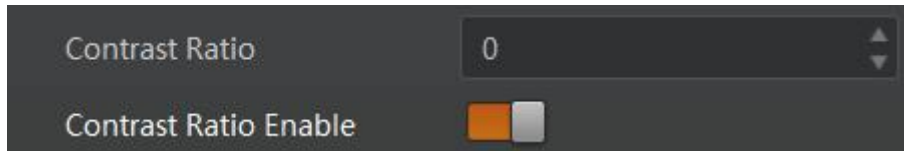

图7-41 对比度设置
2. 在 *Contrast Ratio* 参数中输入需要设置的数值，参数范围为 0 ~ 100，如图 7-41 所示。